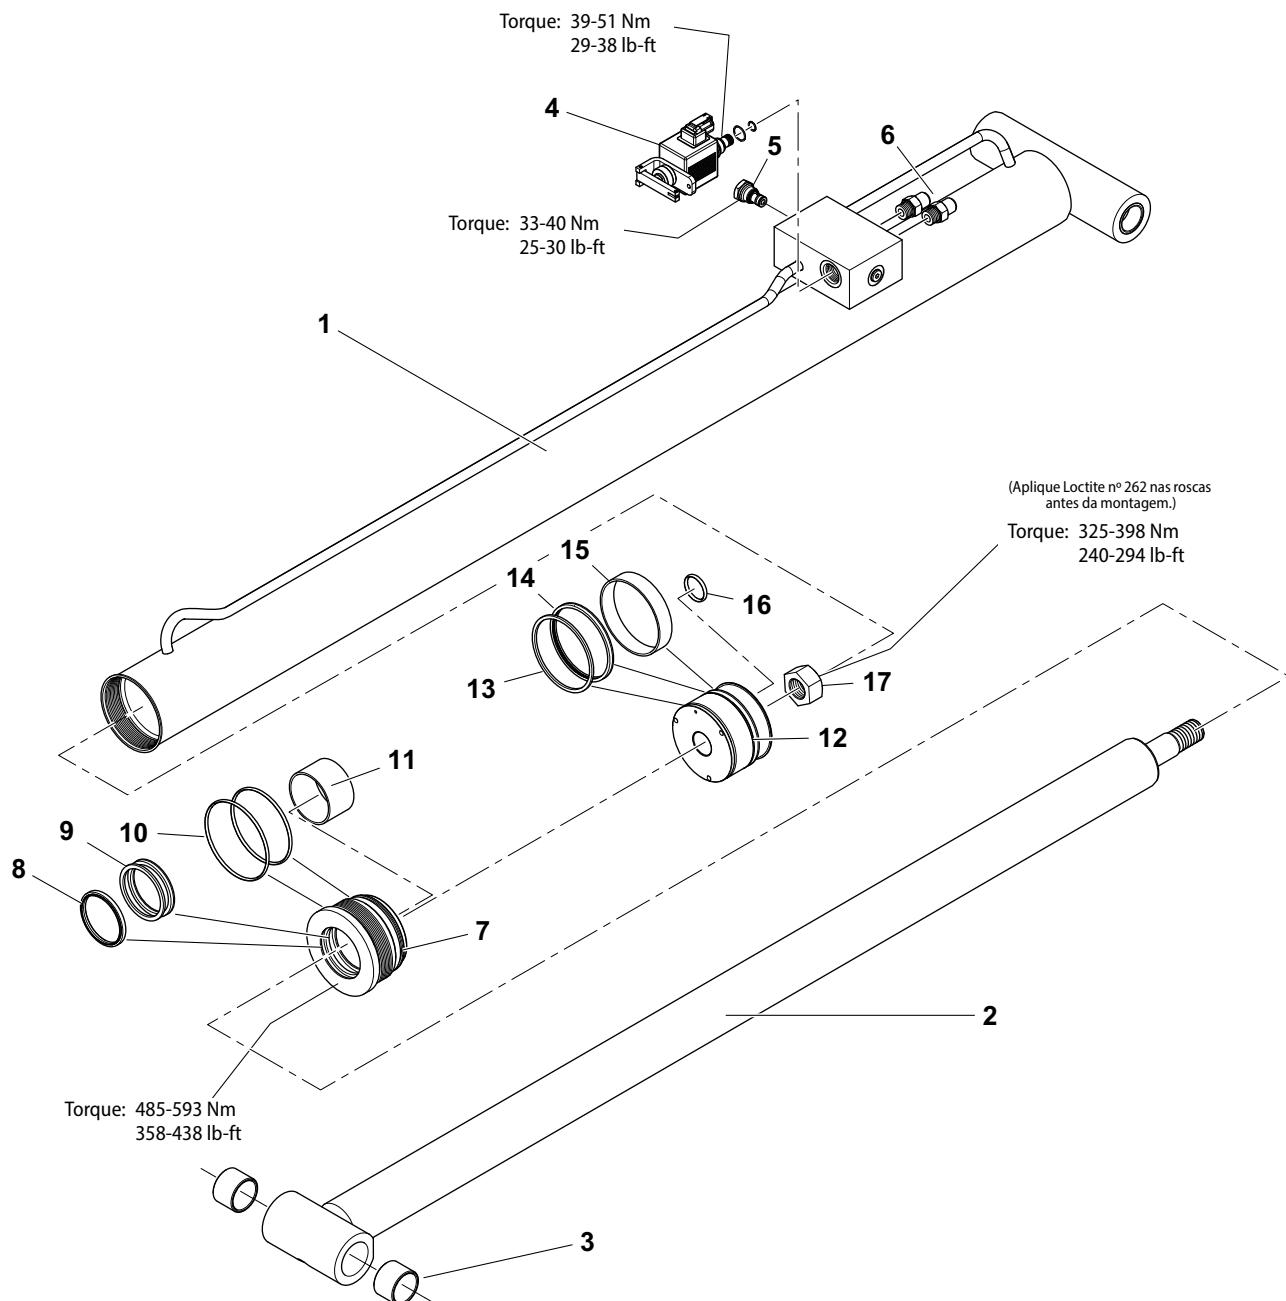
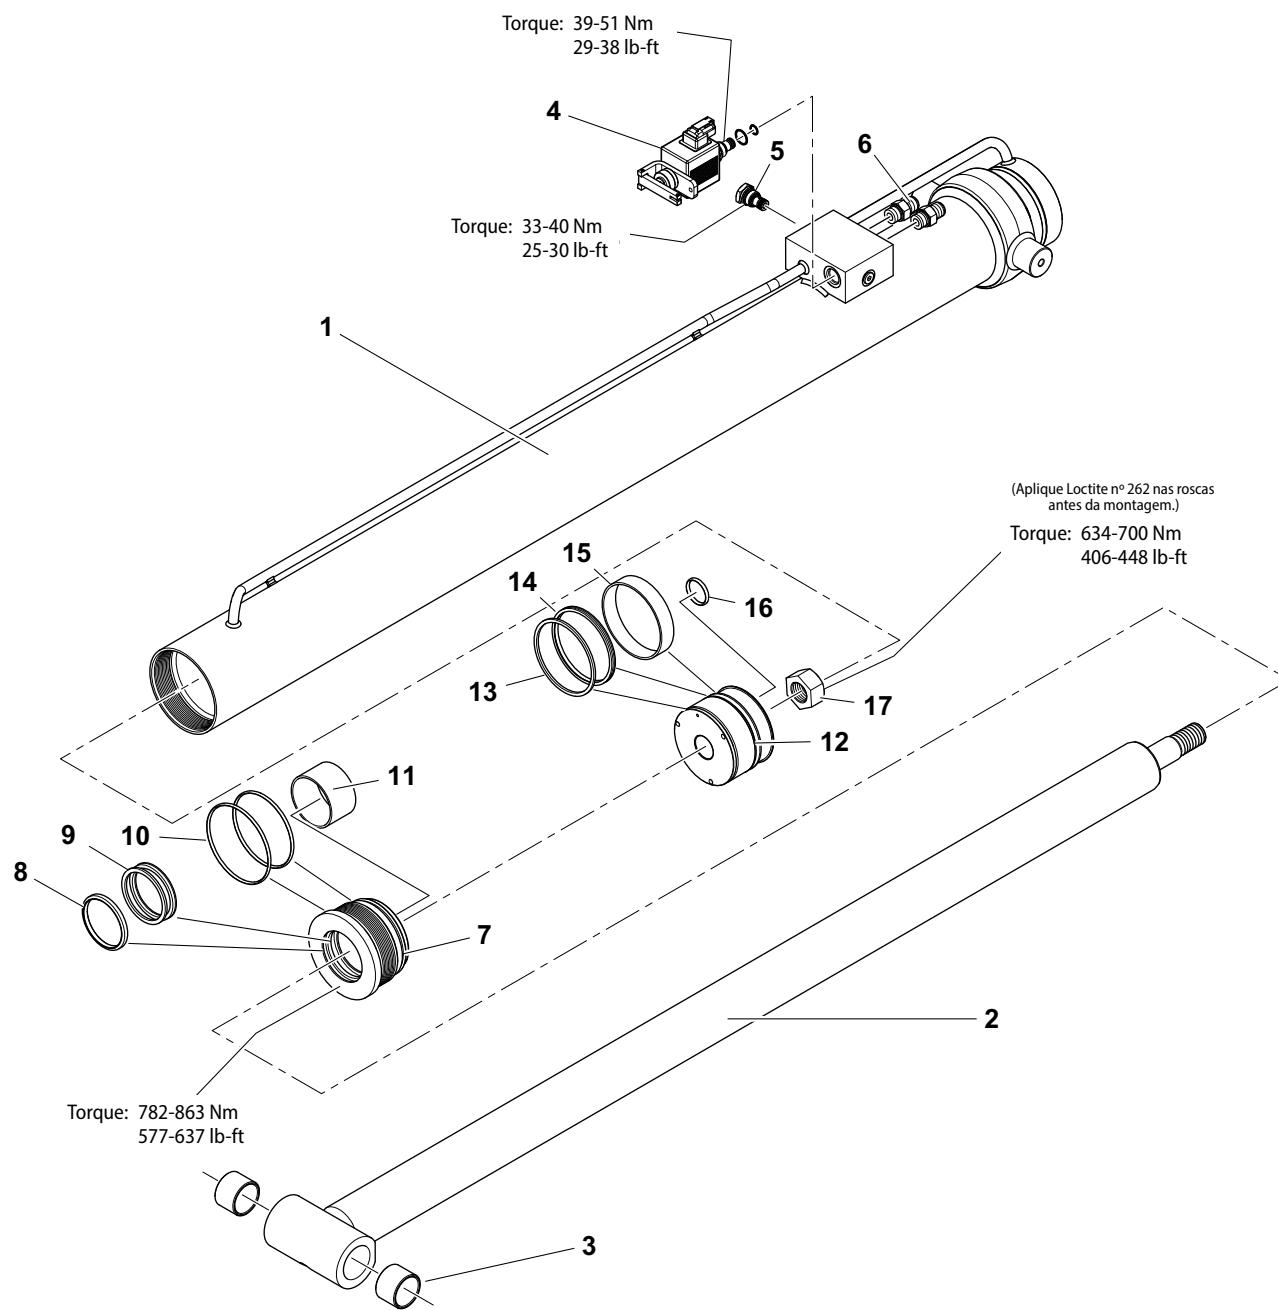

Figura 4-13. 1932RS/6RS - Cilindro de elevação
Figura 4-14. 3248RS/10RS - Cilindro de elevação
21. Se aplicável, instale a válvula de suporte tipo cartucho e as conexões no bloco da porta da haste, usando novos anéis O conforme necessário. (Consulte Figura 4-13., 1932RS/6RS - Cilindro de elevação ou Figura 4-14., 3248RS/10RS - Cilindro de elevação).
29. Se aplicável, instale a válvula de suporte tipo cartucho e as conexões no bloco da porta, usando novos anéis O conforme necessário. Consulte Figura 4-13., 1932RS/6RS - Cilindro de elevação na página 4-13 ou Figura 4-14., 3248RS/10RS - Cilindro de elevação na página 4-14